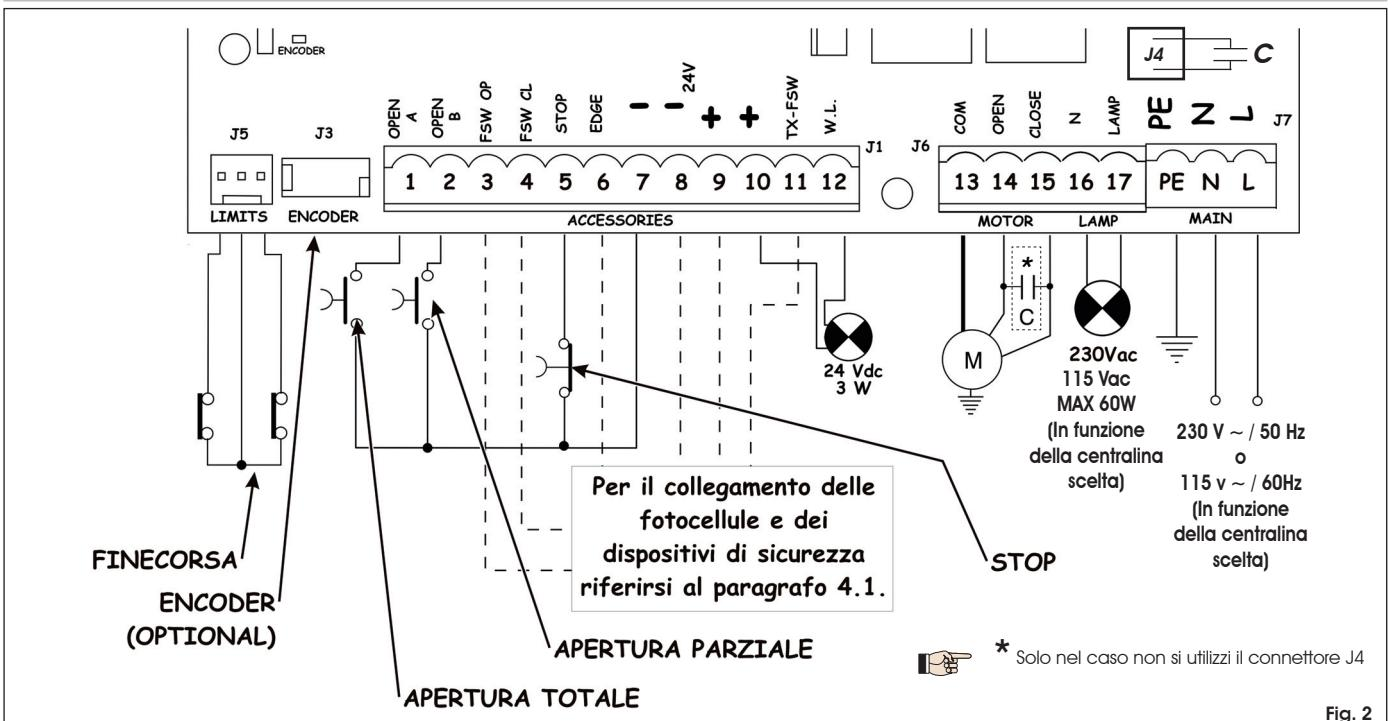

Fig. 2
4.2. Morsettiera J7 - Alimentazione (fig. 2)	pag.4
4.3. Morsettiera J6 - Motori e lampeggiatore (fig. 2)	pag.4
4.4. Morsettiera J1 - Accessori (fig. 2)	pag.4
4.6. Connettore J6 - Innesto rapido Finecorsa (fig. 2)	pag.5
4.7. Connettore J3 - Innesto rapido Encoder (fig. 2)	pag.5
Collegare il cavo di terra all'apposito morsetto previsto sul connettore J7 dell'apparecchiatura (vedi fig.2).
4.2. Morsettiera J7 - Alimentazione (fig. 2)
4.3. Morsettiera J6 - Motori e lampeggiatore (fig. 2)
4.4. Morsettiera J1 - Accessori (fig. 2)
#### 4.6. Connettore J6 - Innesto rapido Finecorsa (fig. 2)
Questo ingresso è predisposto per la connessione rapida dei finecorsa di apertura e di chiusura che possono dare l'arresto dell'anta, oppure l'inizio del rallentamento, oppure la frenata (vedi programmazione avanzata Cap. 5.2.). Nei motoriduttori dove è prevista la centrale incorporata, questo collegamento è già precablati di serie (fig. 2). Per la direzione di apertura dell'anta vedi programmazione avanzata Cap. 5.2.
#### 4.7. Connettore J3 - Innesto rapido Encoder (fig. 2)